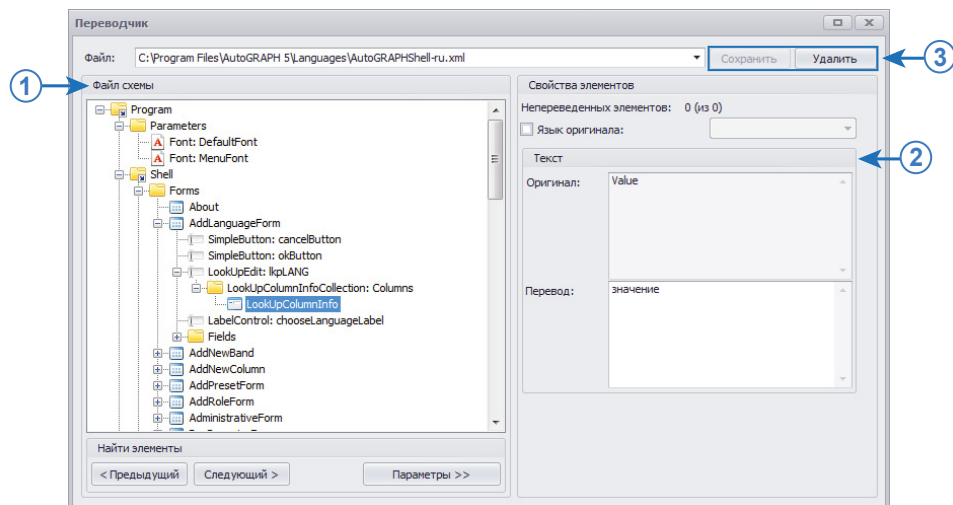

Рис.385. Меню «Переводчик».
В меню «Переводчик» (**Рис.385**) пользователь может добавить переводы опций, команд, заголовков меню и окон программы.
- выбрать элемент в меню «Файл схемы» (Рис.385, п.1);
Текст (Оригинал) – текст выбранного элемента на оригинальном языке (Рис.385, п.2).
Текст (Перевод) – перевод выбранного элемента на новый язык (Рис.385, п.2).
- сохранить изменения, нажав кнопку «Сохранить» (Рис.385, п.3). Переводы будут добавлены в новый язык.
- кнопка «Удалить» (Рис.385, п.3) позволяет удалить выбранный файл перевода.